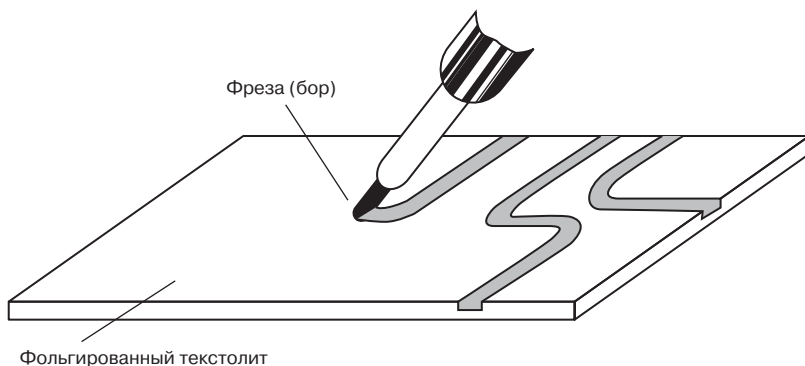

Рис. 3.9. Изготовление печатной платы методом гравировки
*Фрезерование.* На фольгированный гетинакс наносят рисунок печатного монтажа (см. рис. 3.66). Причем ширина пробельных участков должна равняться диаметру бора. Металлическую фольгу с пробельных участков удаляют фрезой (зубным бором), закрепленной в патроне на оси электромотора (рис. 3.9).